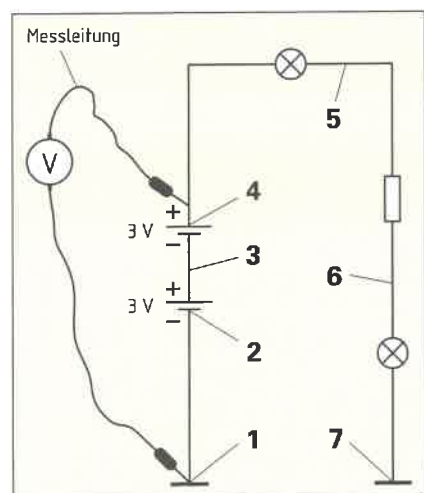

Bild 2: Potenzial- und Spannungsmessungen
8. Geben Sie in der **Tabelle 2** für die angegebenen Messstellen nach **Bild 2** den Messwert an und entscheiden Sie, ob es sich um ein Potenzial oder eine Spannung handelt.